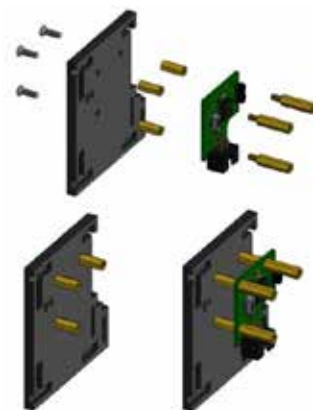

Рисунок 85. Крепление платы ВЧ к боковой стенке
4) Плату ВЧ прикрепить к боковой стенке (обозначена: ВЧ). Для крепления использовать винты с потайной головкой М3х10 (3 шт.), латунные стойки с внутренней резьбой РСНСС М3х12 (3 шт.) и латунные стойки с внутренней и внешней резьбой РСНСН М3х18 (3 шт.) (рисунок 85):